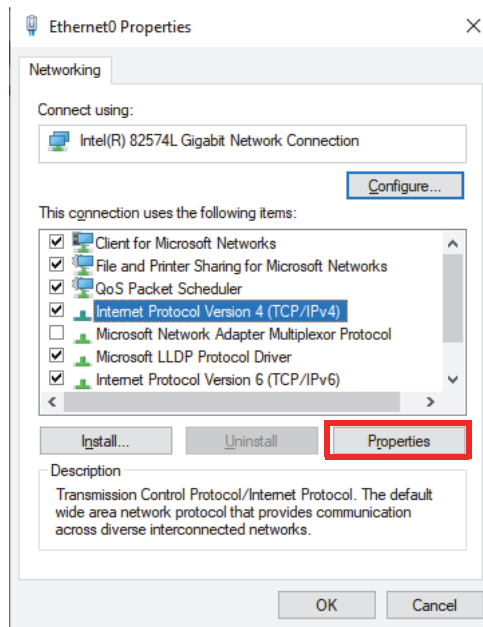

Figura 7-1 Finestra di dialogo Ethernet Properties
- b) Cliccare due volte sulla configurazione **TCP/IPv4** (Figura 7-1 a pagina 76).
(Configurare)[Figura 7-1 a pagina 76], e in seguito passare alla scheda **Advanced** (Avanzato).